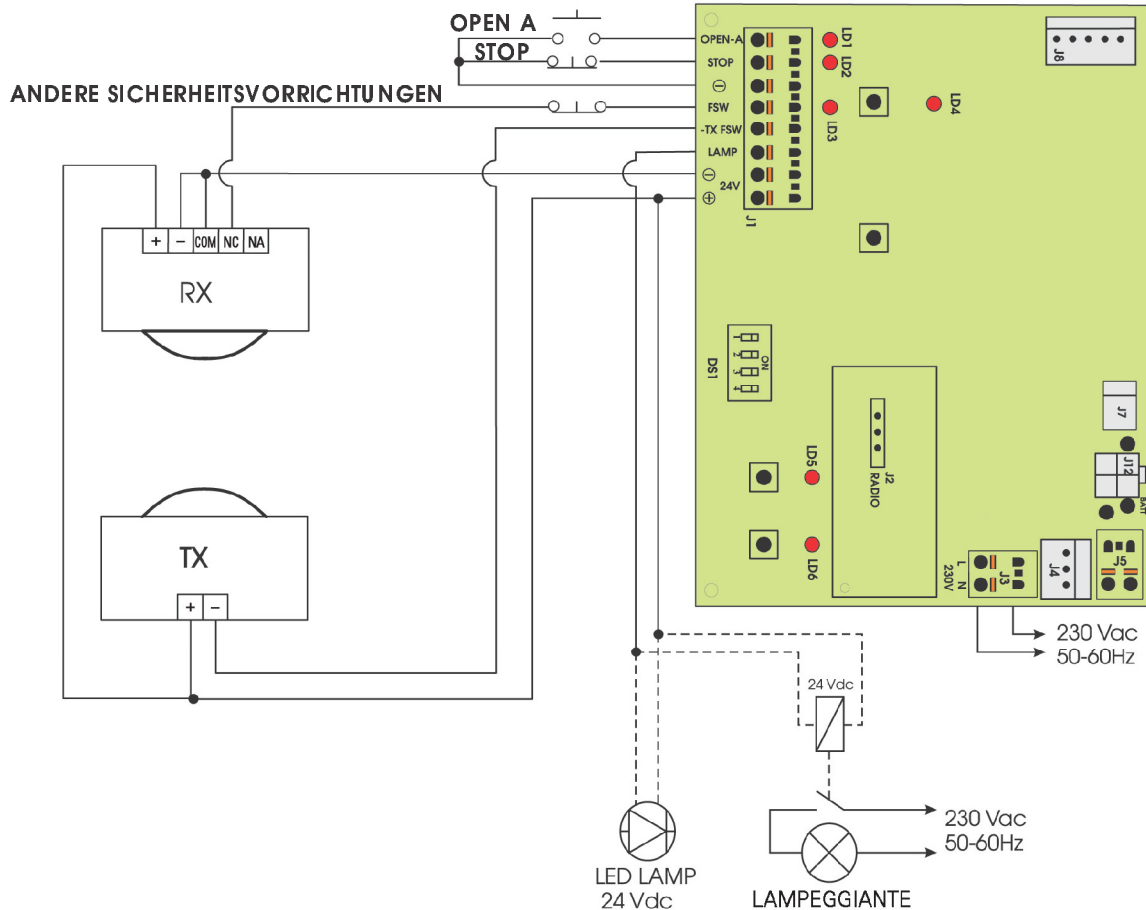

Abb. 27
- Die elektrischen Anschlüsse unter Bezugnahme auf Abb. 27 herstellen.